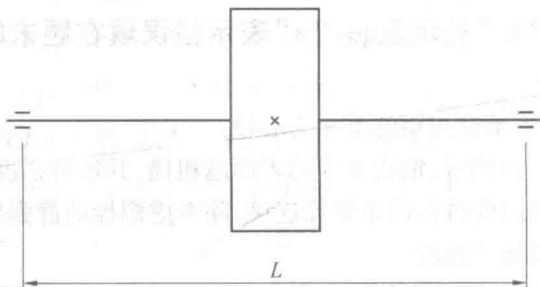

图 1
4. 如图 1 所示,若轴径由 d 增至 $2d$,跨距和载荷不变,则轴的强度为原强度的_____倍。